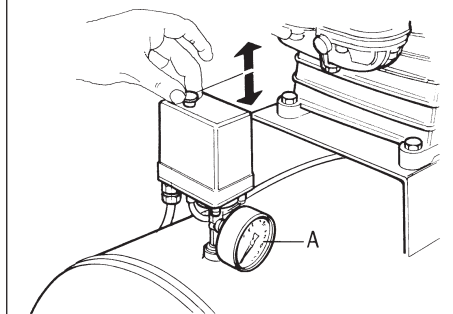
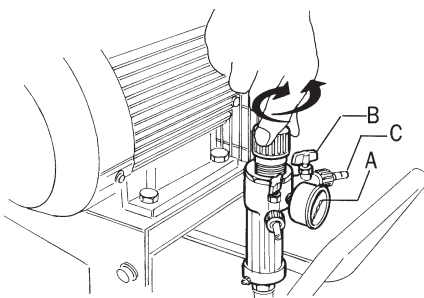

fig. 3
fig. 6
- veiller à ce que le bouton situé sur le pressostat (couleur rouge) se trouve en position de repos "OFF-0" position (*figure 3*).
Pour démarrer le compresseur, appuyez sur le bouton jusqu'à la position "ON - 1" en tirant vers le haut (dans les moteurs triphasés veillez à ce que le sens de rotation du moteur corresponde au sens indiqué par la flèche). Pour arrêter le compresseur enfoncez le bouton jusqu'à la position d'arrêt "OFF - 0" (*figure 3*).
■ Dans les compresseurs équipés de régulateur de pression, programmez la pression souhaitée moyennant la poignée de réglage (figure 6) de la façon suivante: dans les compresseurs équipés de poignées avec possibilité de blocage au niveau de pression souhaité, il faut s'assurer que la poignée soit libre et non bloquée avant de commencer à la tourner
pour effectuer le réglage; dans le cas contraire, il faut la débloquer en la tirant vers le haut jusqu'à dépasser le cran qui la bloque. Les poignées de réglage augmentent la pression à la sortie lorsqu'on tourne dans le sens des aiguilles d'une montre alors qu'elles la réduisent quand on tourne dans le sens contraire. Dans les régulateurs équipés de robinets à pointeau, la fermeture ou l'ouverture de l'air ne doivent absolument pas avoir lieu moyennant l'emploi de pinces ou d'autres outils sur la vanne papillon du robinet puisqu'elles pourraient provoquer la rupture du papillon B (figure 6). Dans des conditions normales, la tenue du robinet est obtenue sans aucun effort particulier. Il y a deux groupes de régulateurs de pression, dont la pression maximum d'exercice correspond à 8 et à 10 bar. Des pressions plus élevées ne permettent pas un fonctionnement correct. La valeur de la pression d'exercice sera affichée sur le manomètre A (figure 6), alors que la pression intérieure du réservoir sera affichée sur le manomètre A (figure 3).
- Raccorder au robinet C de sortie de l'air (figure 6) le tuyau de l'outil que l'on souhaite utiliser et l'ouvrir. Fermer le robinet après avoir utilisé le compresseur.